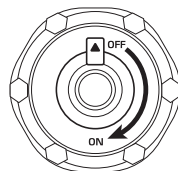

Fig. 3
7. După ce generatorul se oprește, lăsați-l să se răcească și închideți ventilul de aer de pe bușonul de combustibil (puneți pe „OFF”, așa cum se arată în Fig. 3)